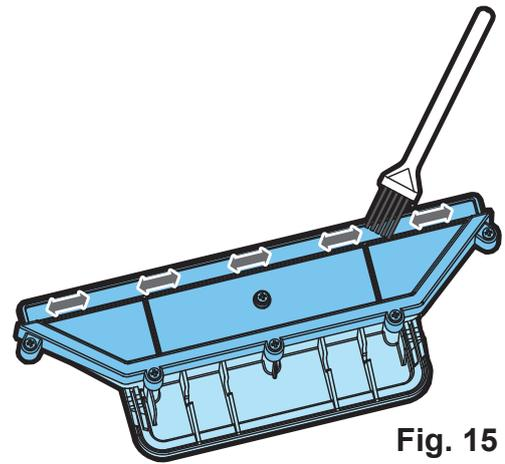

Fig. 15
11. Rengjør avløpsflatene på bunnen med børsten og skyll grundig med vann. (Se Fig. 15 og 16).